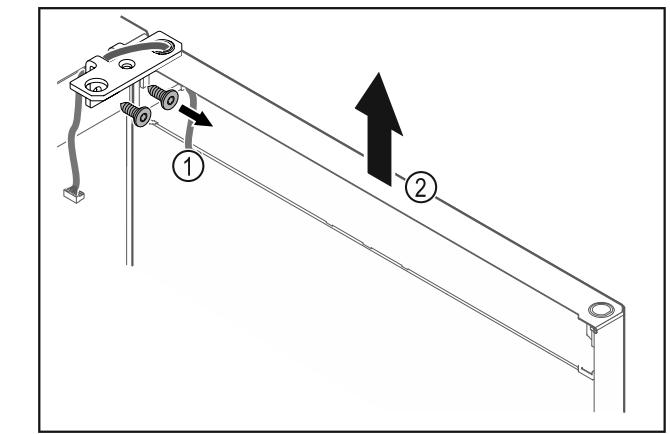

Fig. 26
- Ξεβιδώστε τη γωνία μεντεσέ Fig. 26 (1).